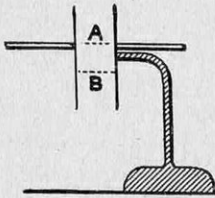

FIG. 9. — DANS UNE PILE THERMOÉLECTRIQUE EXPOSÉE À L'AIR PENDANT LA NUIT, LA FACE «A» Tournée VERS LE ZÉNITH EST À UNE TEMPÉRATURE PLUS BASSE QUE LA FACE «B»
Il est souvent intéressant de suivre un phénomène d'instant en instant. Cela est assez facile pour le rayonnement nocturne. Il suffit de prendre une pile thermoelectrique. Sans revenir sur le fonctionnement d'une telle pile (1), indiquons simplement qu'elle produit un courant dans un circuit sur lequel elle est fermée, lorsqu'une différence de température existe entre ses deux faces *A* et *B* (fig. 9). La pile étant dressée verticalement, de manière que sa face *A* soit tournée vers le zénith et sa face *B* vers le sol, la face *A* prend une température inférieure à celle de *B*, et d'autant plus basse que le rayonnement nocturne est plus
(1) Voir l'article de M. Marcel Boll sur la «Thermo-électricité», dans le n° 121 de *La Science et la Vie*.